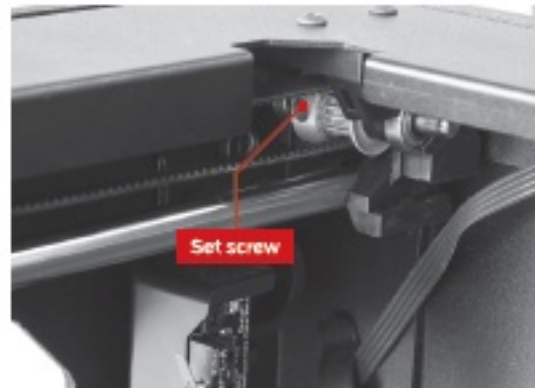

Fig. 2.8
4. Bewegen Sie für jede Rolle den Extruder manuell nach vorne oder hinten, um die Rolle zu drehen, bis Sie eine klare Sicht auf die Stellschraube haben, die die Rolle an der Vorder- oder Rückseite der Gantry-Stange hält. Verwenden Sie den 1,5mm-Inbusschlüssel aus der Zubehör-Box, um die Stellschrauben zu lockern [Abb. 2.8 und 2.9].